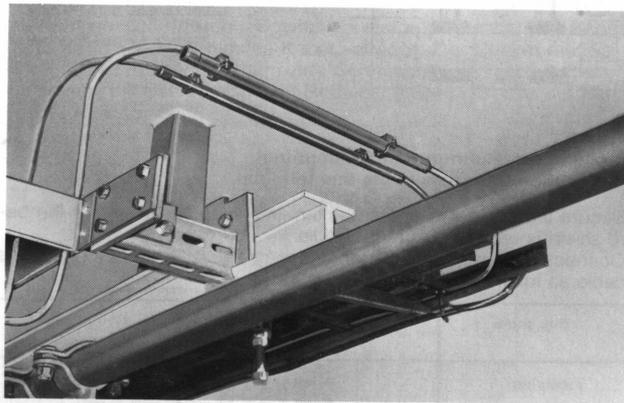

Bild 7-5 Mechanischer Schutz der Busleitung durch Schutzmontage
- in Bereichen mit mechanischer Beanspruchung Busleitungen in Al-Panzerrohr, ansonsten in Kunststoff-Panzerrohr verlegen (siehe Bild 7-5)